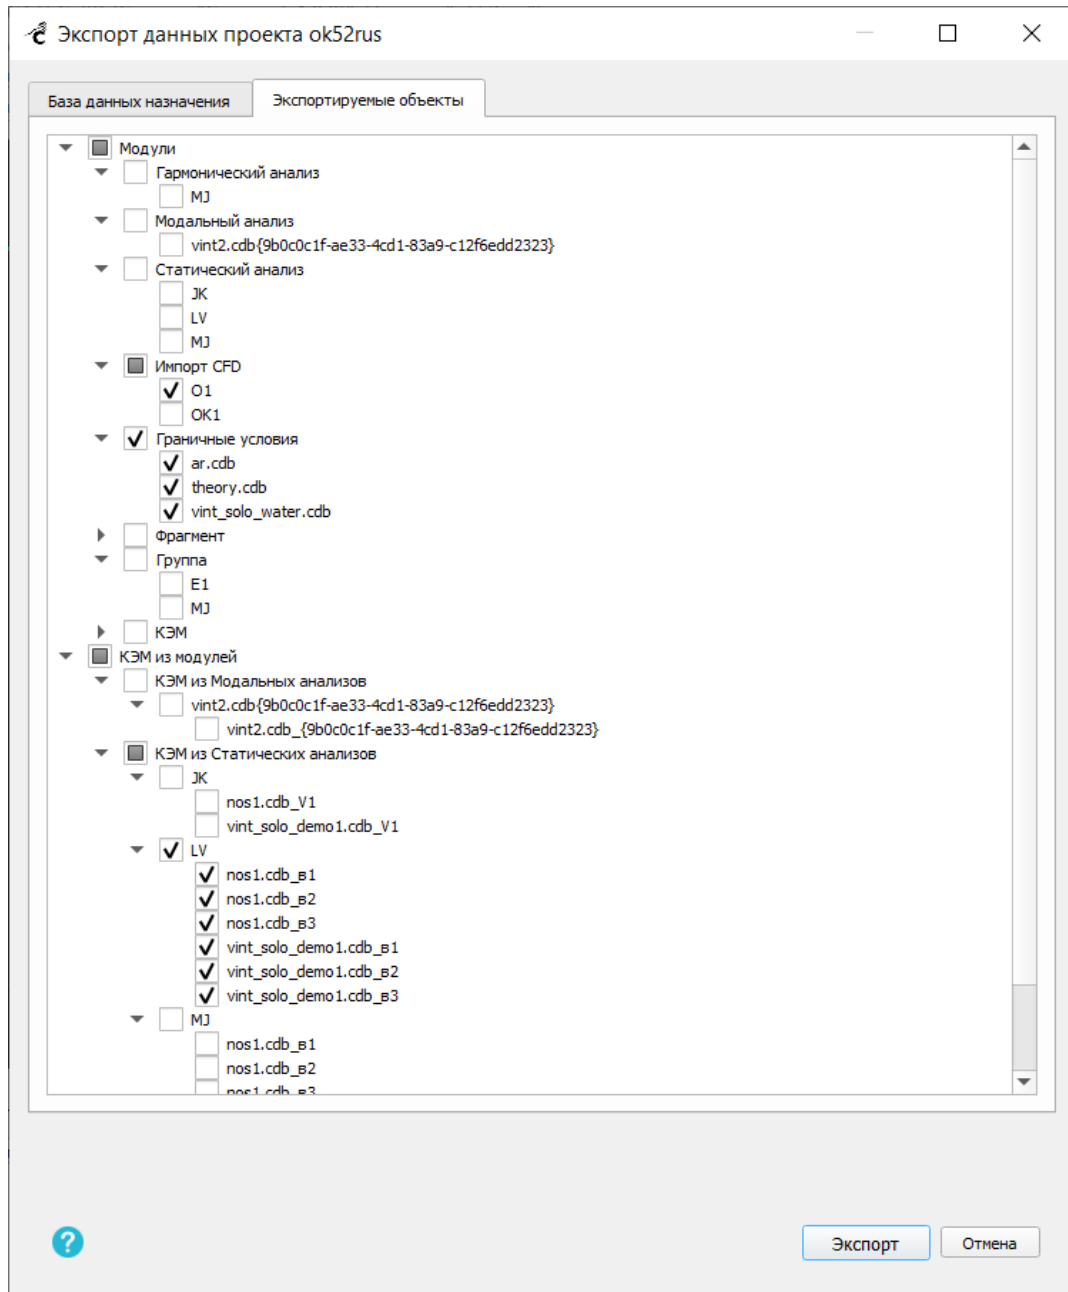

Рисунок 386 – Вкладка «Экспортируемые объекты»
На вкладке «Экспортируемые объекты» (Рисунок 386) нужно отметить флажками объекты (карточки), которые должны быть экспортированы.
– в неизменном виде – для этого нужно отметить экспортируемую карточку флажком в дереве «Модули» (Рисунок 386);
– как одна или несколько новых независимых карточек «КЭМ» – для этого нужно отметить экспортируемую карточку флажком в дереве «КЭМ из модулей» (Рисунок 386). В случае отсутствия в проекте доступных для экспорта карточек перечисленных типов дерево «КЭМ из модулей» не отображается.